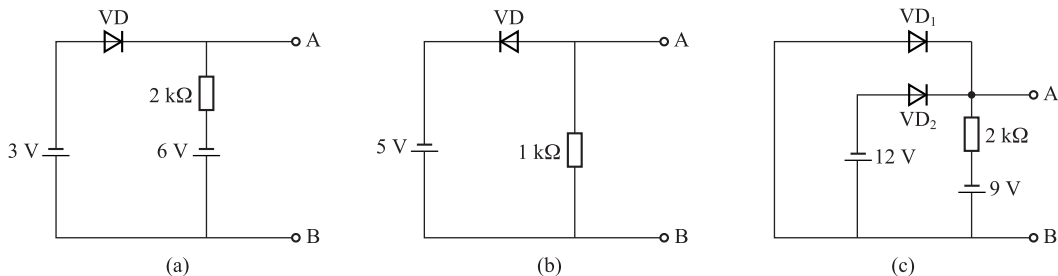

图 1-23 思考与练习题 2 图
2. 如图1-23所示电路,假设二极管是理想二极管,判断图中二极管是导通还是截止,并求出A、B两端电压 U_{AB} 。